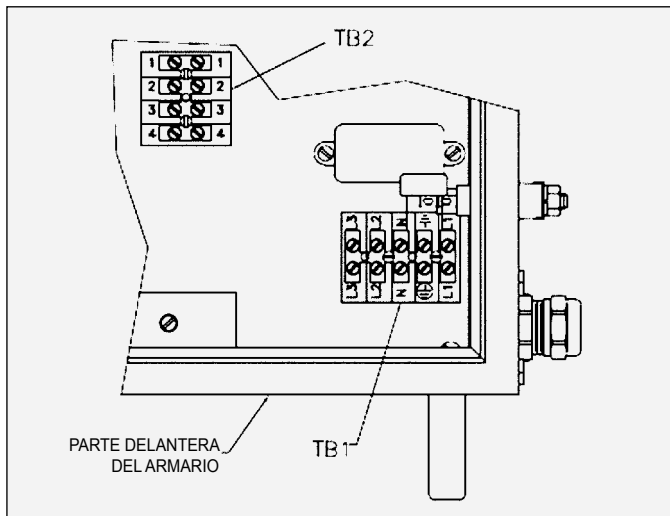
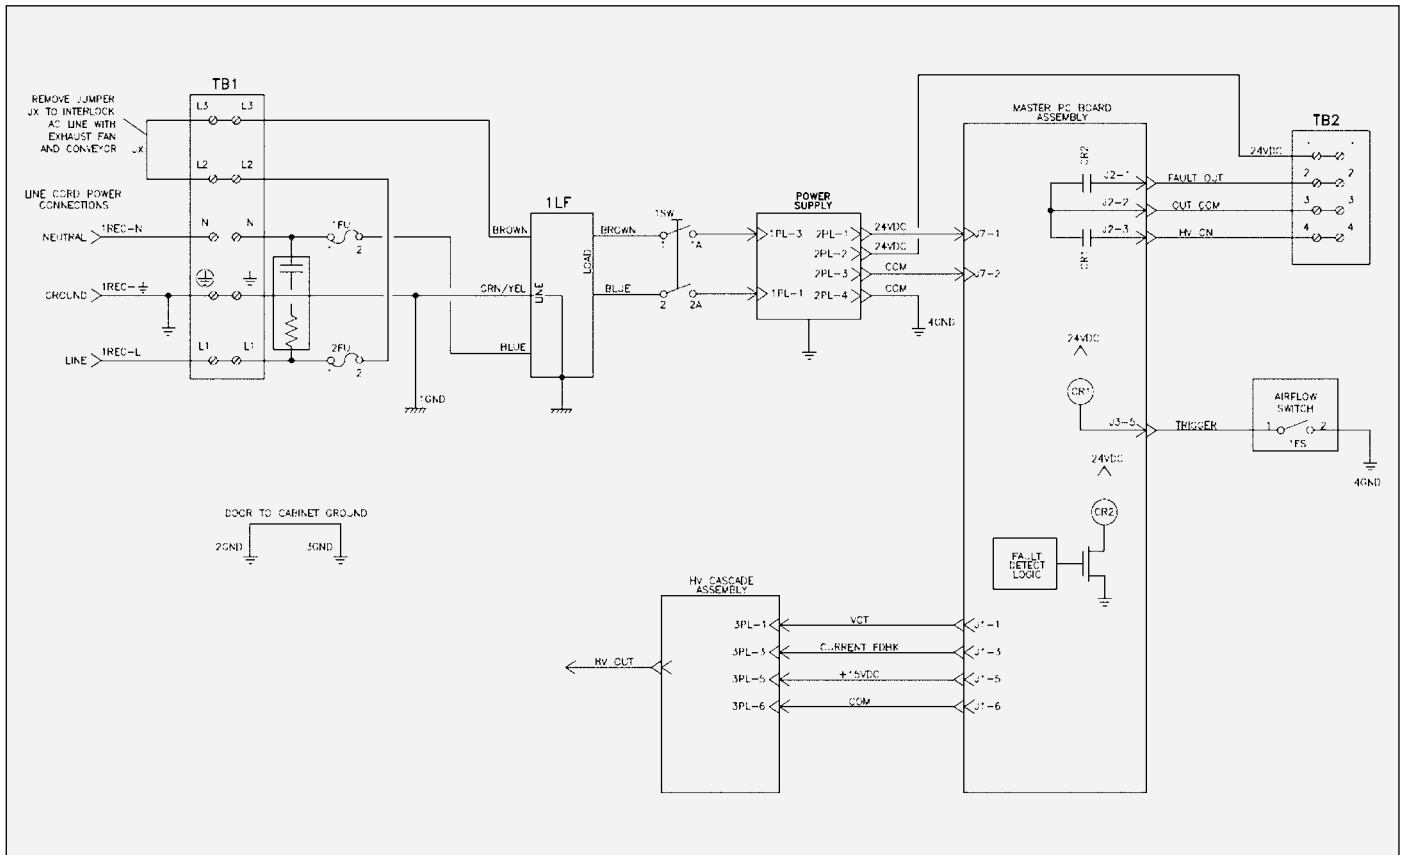

Figura 9: Ubicación de TB1 y TB2 en el controlador
Figura 12: Esquema del controlador
4. Utilizando el cable blindado para el cableado del enclavamiento (suministrado por el usuario), dirija el conector de enclavamiento en el lado del Controlador 9060 y realice la terminación de TB1-L2 y TB1-L3, como se muestra en la Figura 12. El cable blindado debe tener una capacidad nominal mínima de 300 V y 105 °C y sus conductores deben ser de 0,8 mm² (18 AWG) como mínimo. Sujete el cable al conector de enclavamiento como se describe en "Conexiones de I/O" en la sección de "Instalación" de este manual de modo que el blindaje del cable quede conectado al chasis de la carcasa.
Se proporciona un conjunto de contactos de relé para condiciones de alta tensión (CR1) y fallo (CR2) en TB2-4 y TB2-2 (Ver Figura 9). Estos contactos de relé están conectados en un extremo y también se están conectados al terminal de entrada de fuente TB2-3 (Ver Figura 12). Cuando hay una tensión fuente en el TB2-3 y la alta tensión está encendida o bien se produce una condición de fallo, la